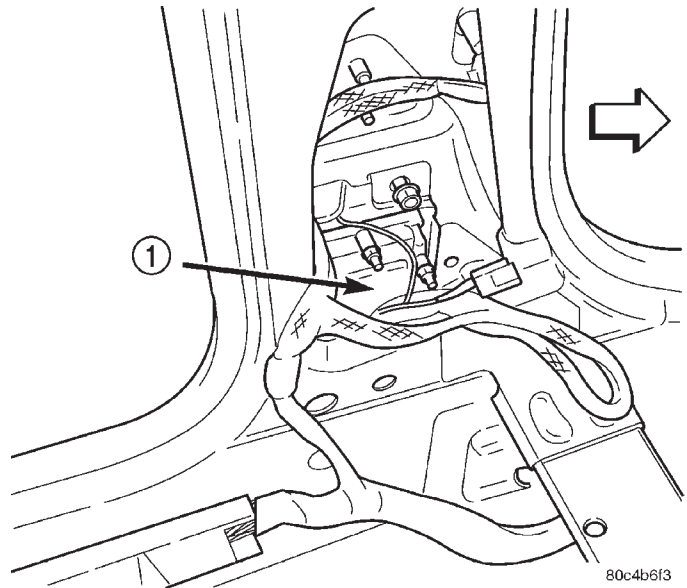

Fig. 2 UBICACION DE MODULO DE CONTROL DE AIRBAG DE IMPACTO LATERAL (SIACM)
Los vehículos que tienen instalados airbag laterales poseen dos módulos de airbag de control de impacto lateral. Uno está ubicado en cada lado del vehículo dentro del parante B de la carrocería (Fig. 2).
- (6) Retire las tuercas de retención del SIACM y el ojal de masa (Fig. 2).
- (7) Saque el SIACM del parante B (Fig. 2).